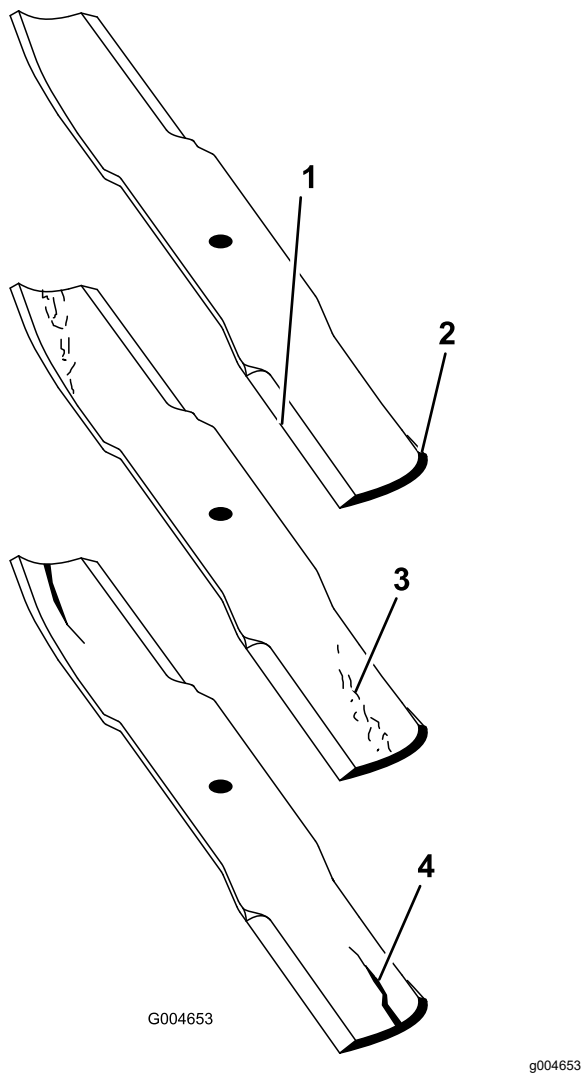

Figura 98
2. Examinați cu atenție capetele de tăiere ale lamei, în special acolo unde se întâlnesc părțile plate i curbate ale lamei (Figura 98).
Notă: Deoarece nisipul i materialele abrazive pot îndepărta metalul care unete partea plată cu cea curbată a lamei, verificați lama înainte de a utiliza maina de tuns iarba. Dacă se constată semne de uzură (Figura 98), înlocuiți lama.